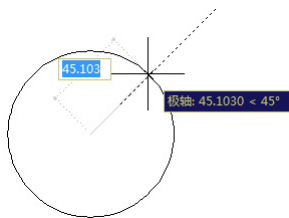

图 5-17 启用标注输入
- “可能时启用标注输入”复选框：在绘制圆、椭圆、弧、直线、多义线等物体时，显示距离和角度等数值选项，并可以输入。当有多个选项，如距离和角度时，可以用〈Tab〉键来切换输入的选项，如图 5-17 所示。